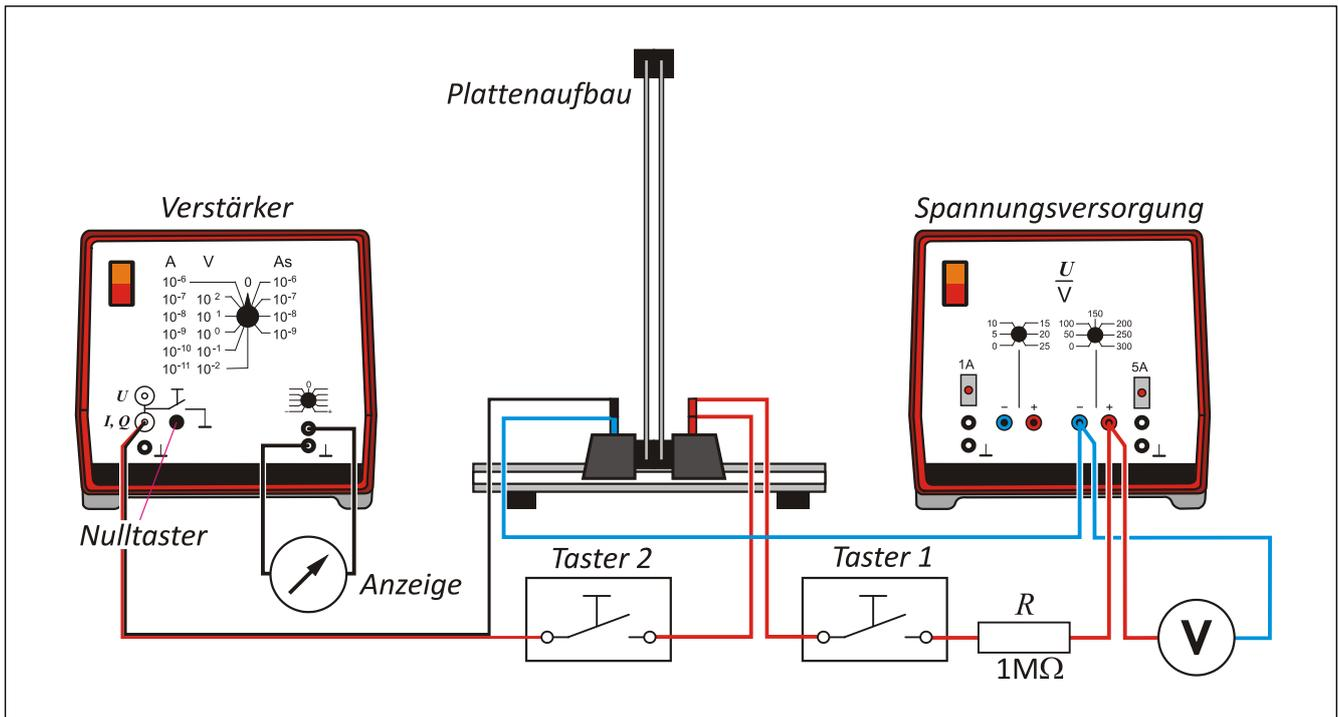

Bild 3: Versuchsaufbau
- Überprüfen Sie den Versuchsaufbau (**Bild 3**).